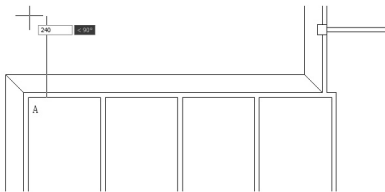

图 2.73 绘制 240mm 的垂直线
② 在 **指定下一点或 [放弃 (U)]:** 提示下，将光标垂直向上拖动，然后输入“240”，如图 2.73 所示，按 Enter 键结束命令。